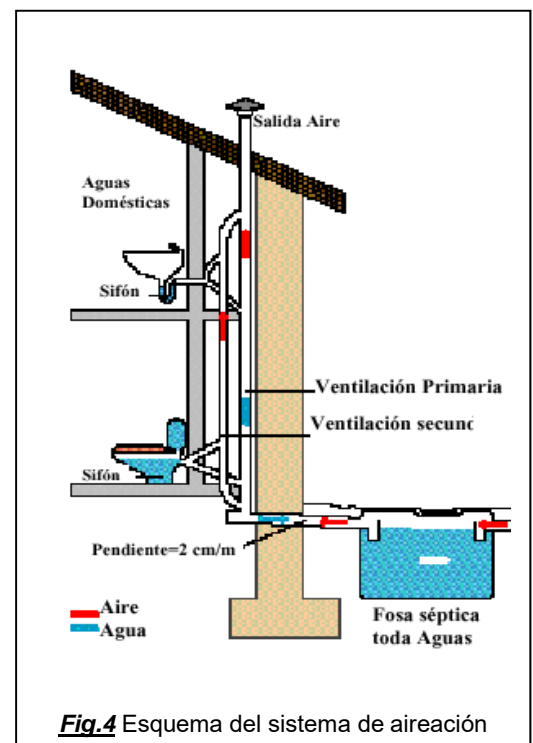

Fig.4 Esquema del sistema de aireación
- Se debe instalar un sistema de ventilación eficiente que permita la salida de los gases generados en el interior de los depósitos (Fig.4). Se recomienda la instalación de una seta de desodorización ROTH.